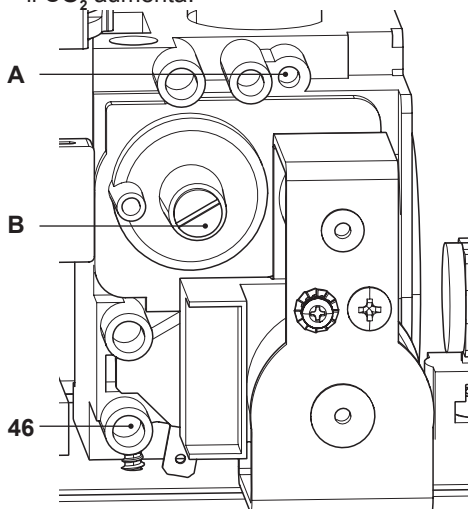

Figura 7.5
- A caldaia spenta (fuori servizio), controllare la pressione di alimentazione utilizzando la presa 46 in Figura 7.5 e confrontare il valore letto con quelli riportati nella tabella Pressioni di alimentazione gas nella sezione "Dati tecnici" pag. 26.
- Richiudere bene la presa di pressione 46 in Figura 7.5.
- Per tarare il  $\text{CO}_2$  della caldaia (pressione del gas al bruciatore) svitare completamente il tappo in ottone di protezione B e agire sulla vite a brugola  $\varnothing$  4 mm sottostante Figura 7.5, girando in senso orario il  $\text{CO}_2$  aumenta.
- Se i due dati non coincidono agire sulla vite regolazione massimo RQ (A in Figura 7.5) della valvola gas e tarare il  $\text{CO}_2$  allo stesso valore riportato nella sezione "Dati tecnici" in tabella "Dati in sanitario" pag. 26 (modello **M261.2025SM**) e pag. 30 (modello **M261.3035SM**). Girando in senso orario il  $\text{CO}_2$  diminuisce.